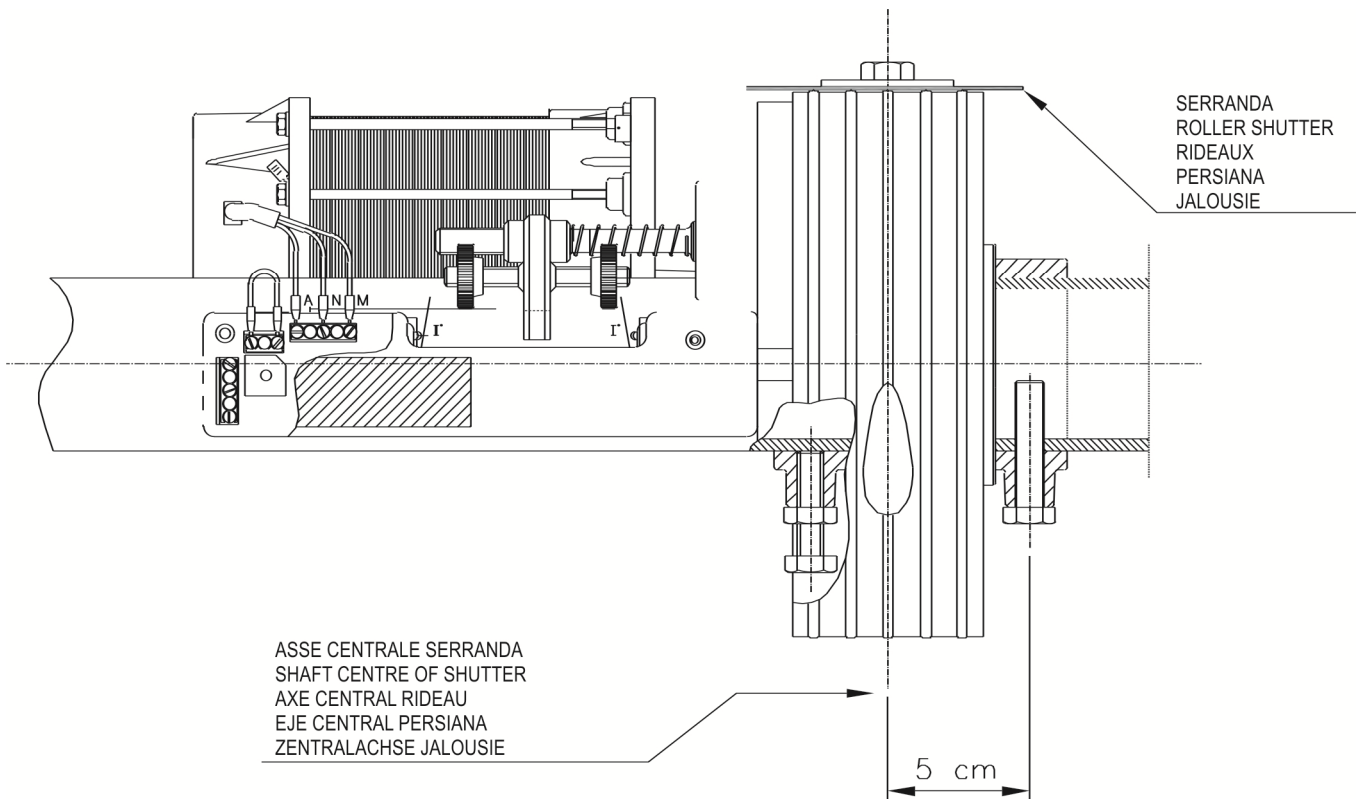

FIG. 1
- 1) Hacer un orificio de 10 mm a 5 cm de diámetro del centro del eje de la persiana (ver la **FIG. 1**).
- 13) Apretar a mano el motorreductor 1-1½ vuelta llevando la abrazadera de final de carrera hacia el microinterruptor 1 (abajo) como en la fig. 1 (debe girar sin obstáculos).
- 19) Si es necesario instalar la persiana en el sentido opuesto al que se ilustra en la **FIG. 1**, los pasos anteriores se deben realizar cambiando las funciones de los dos microinterruptores, ya que el microinterruptor 2 detiene la bajada y el microinterruptor 1 detiene la elevación.
- 1)** Eine Bohrung mit einem Durchmesser von 10 mm bis 5 cm vom Mittelpunkt der Achse der Jalousie anbringen (s. **ABB. 1**).
- 13)** Den Getriebemotor von Hand um 1-1½ Drehungen anziehen und dazu den Endschaltring in Richtung Mikroschalter 1 (unten) bringen wie in Abb. 1 (dieser muss mühelos drehen).
- 19)** Wenn erforderlich die Jalousie in der Gegenrichtung zu der in **ABB. 1** dargestellten installieren. Die vorstehenden Punkte müssen dazu unter Umkehrung der Rolle der beiden Mikroschalter ausgeführt werden, da der Mikroschalter 2 das Herunterfahren stoppt und der Mikroschalter 1 das Anheben.